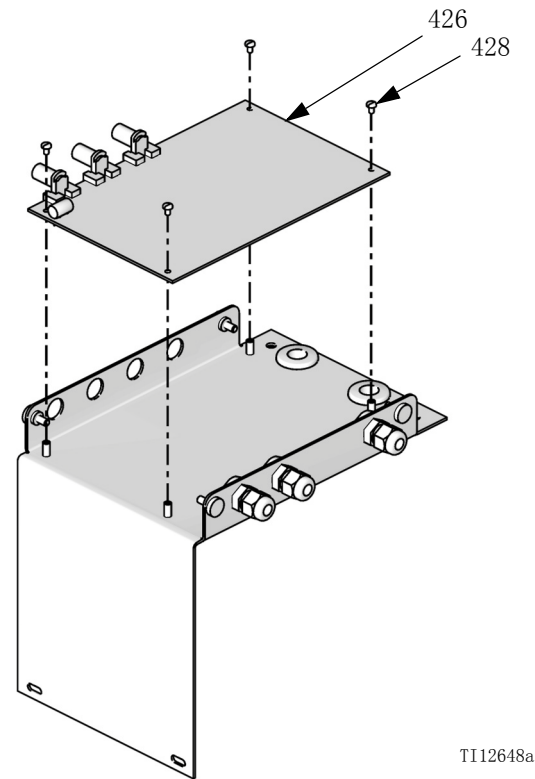

图 28: 卸下控制板
4. 卸下 4 个螺钉（428）。卸下控制板（426）。图 28。